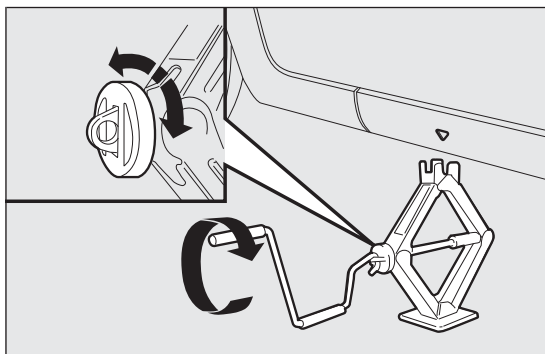
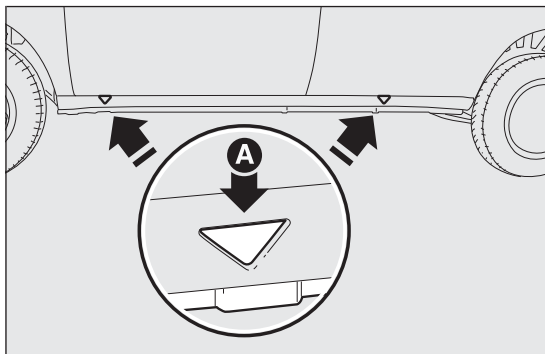

fig. 121
fig. 122
- ❑ accionar el gato, para abrirlo parcialmente fig. 121, a continuación, colocarlo debajo del vehículo a la altura de las marcas A fig. 122 cerca de la rueda que se debe sustituir;